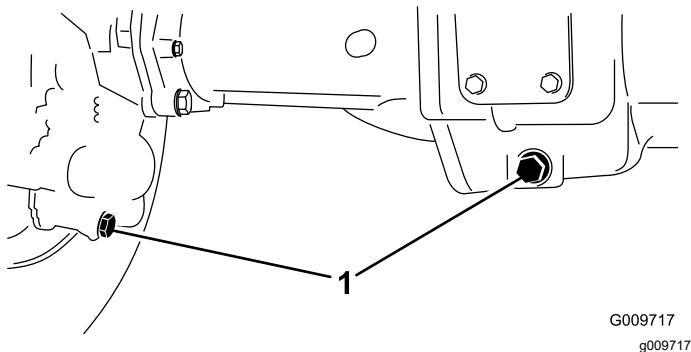

Figure 73
2. Nettoyez la surface autour des 3 bouchons de vidange, 1 à chaque extrémité et 1 au centre (Figure 73).